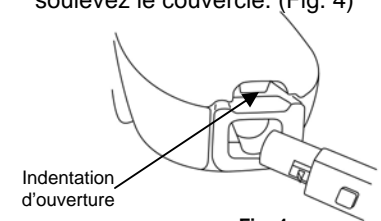

Fig. 4
1. Enlevez le tuyau flexible dans la conduite d'entrée d'air par appuyez sur le bouton de dégagement du tuyau et tirez dessus. Placez vos doigts dans l'indentation d'ouverture et soulevez le couvercle. (Fig. 4)